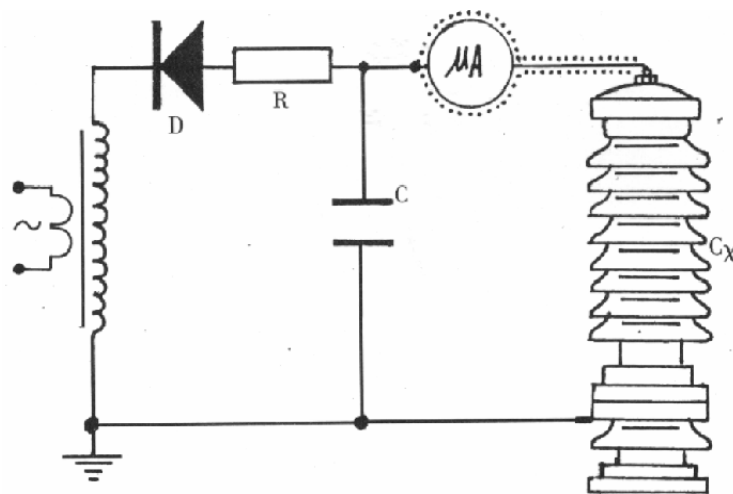

图 6 微安表接入试品 CX 高压侧接线图
2. 当需要精确测量被试品泄漏电流时，则应在高压侧串入高压微安表，如图 6 所示。